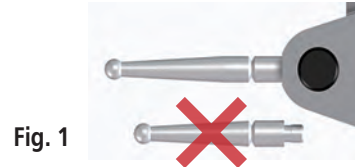

Fig. 1
3. ต้องแน่ใจว่าใช้สไตลัสที่มีความยาวตามมาตรฐานที่สอดคล้องกับรุ่นที่ใช้งาน ไม่เช่นนั้นอาจเกิดความผิดพลาดจากการวัดค่าอย่างมาก (Fig. 1)